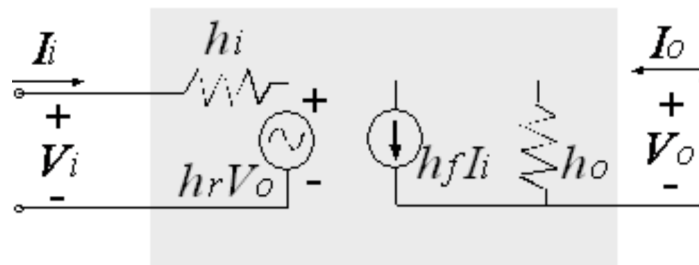

Figura 2. Modelo híbrido del sistema lineal de la figura 1.
Substituyendo las unidades de los parámetros h en las ecuaciones (1) y (2) se obtiene el circuito equivalente en "ac" completo para el dispositivo lineal básico de tres terminales. Este se muestra en la figura 2, junto con un nuevo subíndice para los parámetros h . La notación de la figura 2 es de una naturaleza más práctica porque relaciona los parámetros h con el cociente de magnitudes del cual se obtuvo. La elección de literales es obvia a partir del siguiente listado:
El circuito de la figura 2 se puede aplicar a cualquier dispositivo o sistema electrónico lineal de tres terminales sin fuentes independientes internas, como es un transistor. Al ser el modelo del transistor un sistema de tres terminales y dos puertos, existen varios conjuntos de parámetros dependiendo de la configuración de polarización que se utilice, y por tanto de los terminales que se consideren como entrada y salida. Para distinguirlas se utiliza un segundo literal en el parámetro: b para la configuración de base común, e para la de emisor común y c para la de colector común.